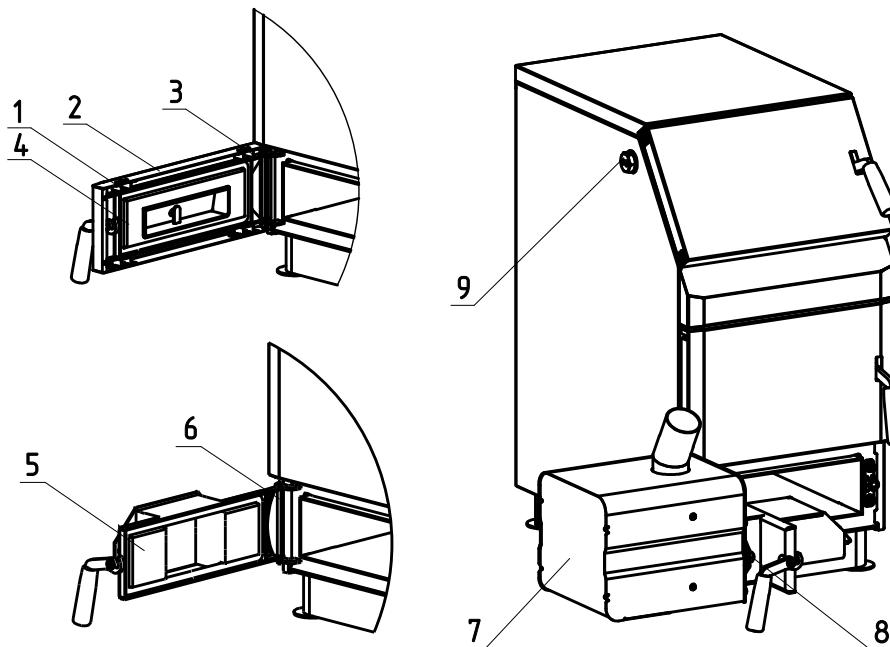
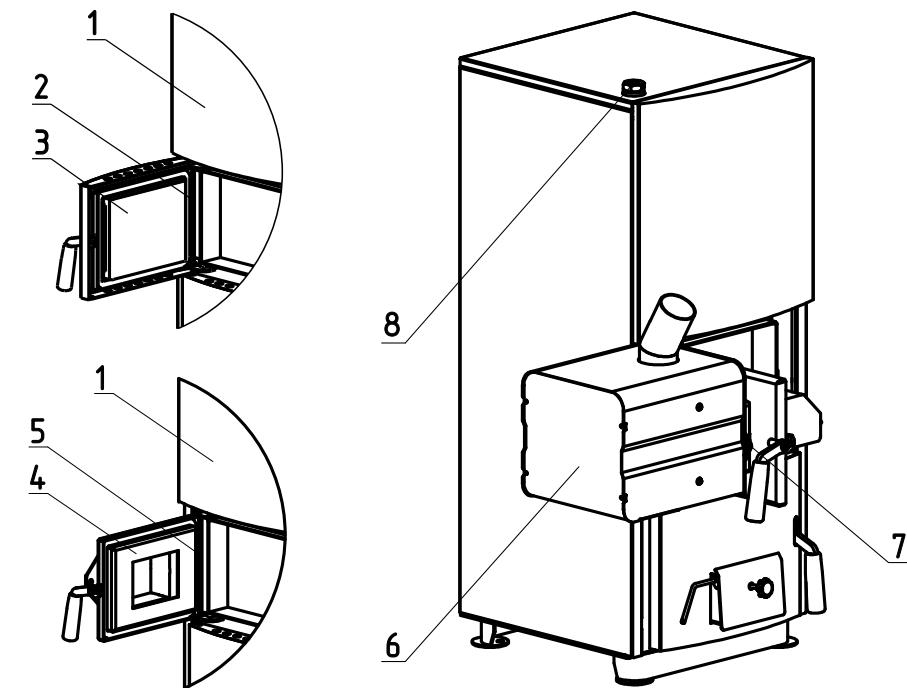

Рис. 7 Порядок установки двери на твердотопливные котлы ZOTA Тополь-М и ZOTA Master
Рис. 8 Порядок установки двери на твердотопливные котлы ZOTA Mix 20 и ZOTA Mix 31,5
- Открутите 4 самореза (Рис. 7, поз. 1), откиньте обшивку дверцы (Рис. 7, поз. 2), извлеките ось (Рис. 7, поз. 3) и снимите дверцу зольную (Рис. 7, поз. 4).
- Далее установите адаптер горелки (Рис. 7, поз. 5) и зафиксируйте его осью (Рис. 7, поз.6).
- Установите горелку (Рис. 7, поз. 7) на котел и зафиксируйте её гайками (Рис. 8, поз. 8).
- Для установки гильзы под датчики температуры и перегрева снимите пробку или тягогрегулятор (если установлен) и установите гильзу (Рис. 7, поз. 9) в освободившееся отверстие.
- Снимите панель (Рис. 8, поз. 1), извлеките ось (Рис. 8, поз. 2) и снимите дверцу загрузочную (Рис. 8, поз. 3).
- Далее установите адаптер горелки (Рис. 8, поз. 4) и зафиксируйте его осью (Рис. 8, поз.5). Затем установите на место панель (Рис. 8, поз. 1).
- Установите горелку (Рис. 8, поз. 6) на котел и зафиксируйте ее гайками (Рис. 8, поз. 7).
- Для установки гильзы под датчики температуры и перегрева снимите пробку или тягoreгулятор (если установлен) и установите гильзу (Рис. 8, поз. 8) в освободившееся отверстие.